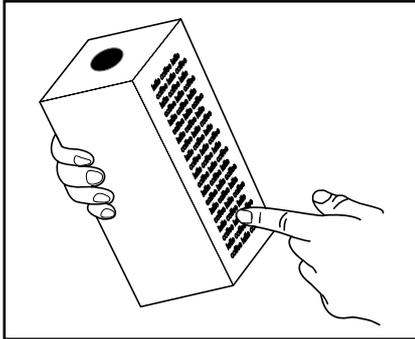

Abb. 1
- Lagern Sie die Produkt-Packungen für Kaffee oder Tee entsprechend der Beschreibung auf der Verpackung. (Abb. 1)